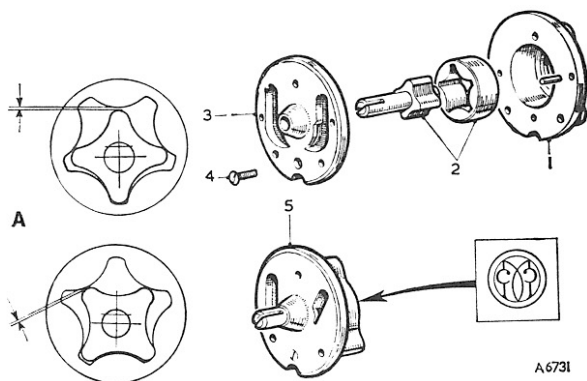

Fig. A.20
- 7) Sæt rotorerne ind i pumpehuset og mål rotorfligenes spillerum, når de er i den på fig. A.20 viste stilling. Overstiger spillerummet 0,006" (0,152 mm), skal rotorerne fornys.